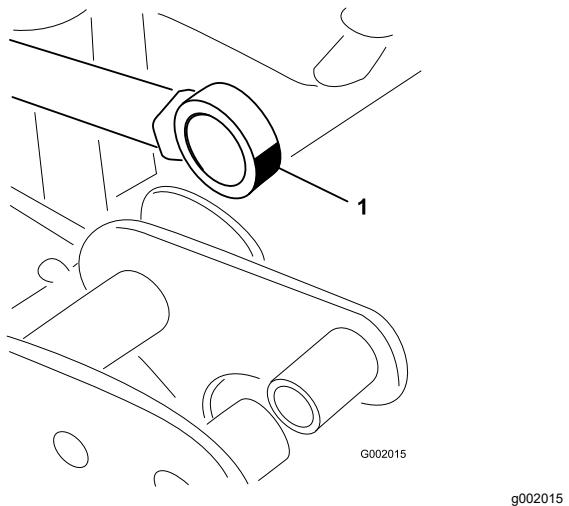

**Figure 69**
2. Retirez la goupille fendue de l'axe de chape (Figure 69).
3. Tirez la section vers le haut et retirez l'axe de chape, puis abaissez lentement la section au sol (Figure 69).
7. Tout en soutenant la section de pulvérisation, insérez l'axe de chape dans le pivot de rampe et la tige de vérin (Figure 69).